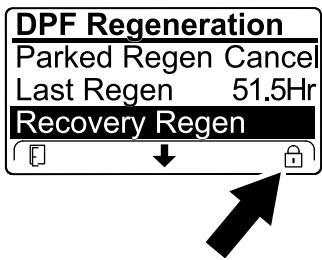

Рисунок 63
- Если компьютер двигателя не запрашивал восстановительную регенерацию, а вы перешли вниз к опции RECOVERY REGEN (Восстановительная регенерация), восстановительная регенерация будет заблокирована и в нижнем правом углу дисплея инфо-центра появится значок «Замок» (Рисунок 63).